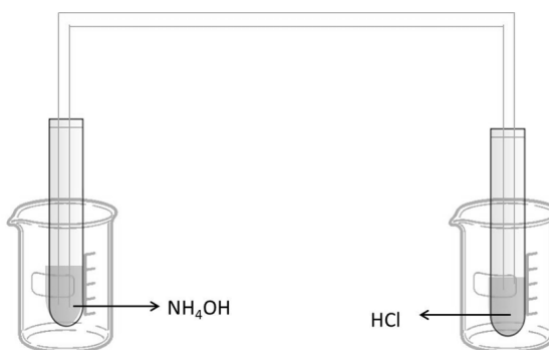

Figura 1. Ensamble experimental
2. Ensamblar el aparato que se muestra en la Figura 1. Etiquete cada vaso o tubo con los nombres de los reactivos.